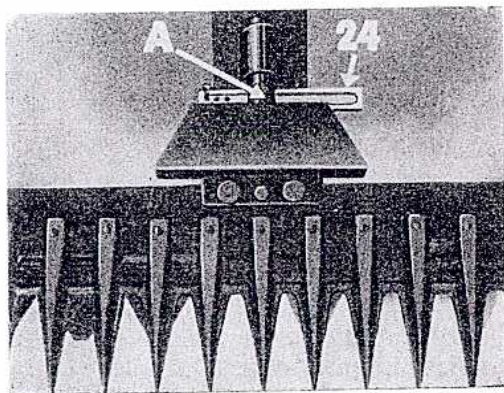

Fig. 9
For å kunne demontere knivbjelken må De ta ut kilen (24) fra tappen A for feste av bjelken (fig. 9). Sett kilen på plass igjen i sitt spor med én gang, for å unngå at De mister den.